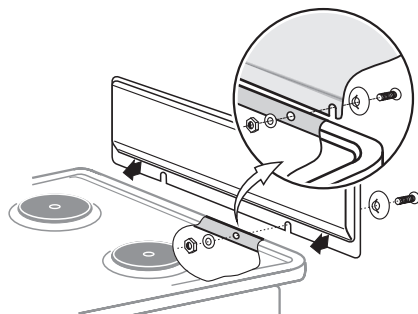

Рис. 25
- Щиток (при наличии) закрепляется перед установкой плиты (рис.25).